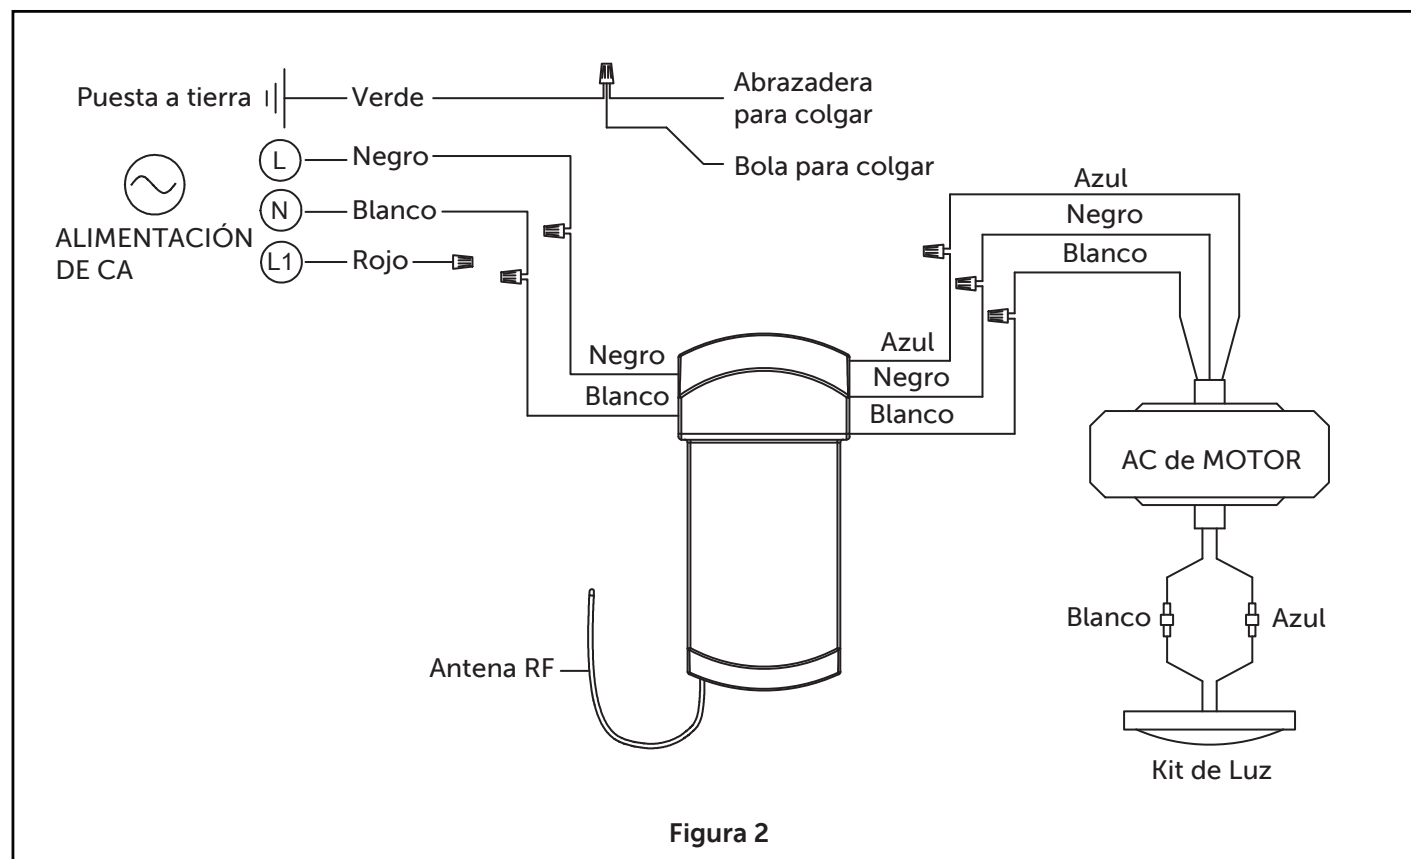

Figura 2
- ☐ 2. Realice las conexiones de cables al bloque del terminal como se muestra en la Figura 2.